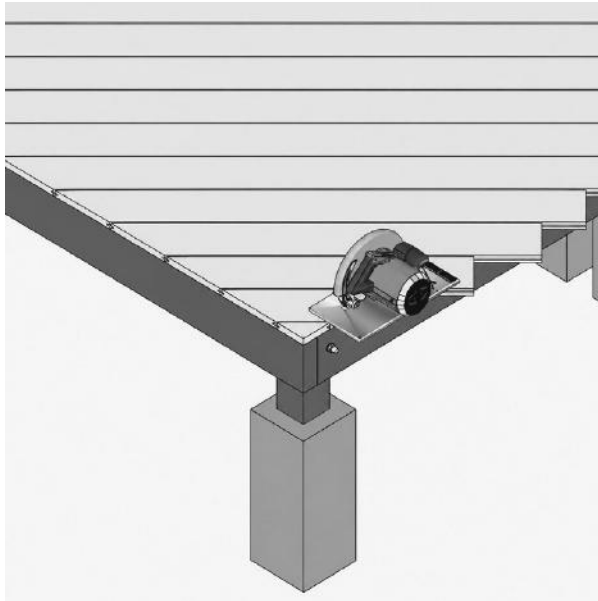

FIG. 13 – DIELENÜBERSTAND MIT EINER KREISSÄGE ABGESCHNITTEN
- 01 Sobald alle Dielen befestigt sind, schneiden Sie den Dielenüberstand mit einer Kreissäge ab (fig. 13). Vollenden Sie die Terrasse mit dem Abschluss gemäß den Abschnitten zu Blende, Eckprofil oder Randdiele.